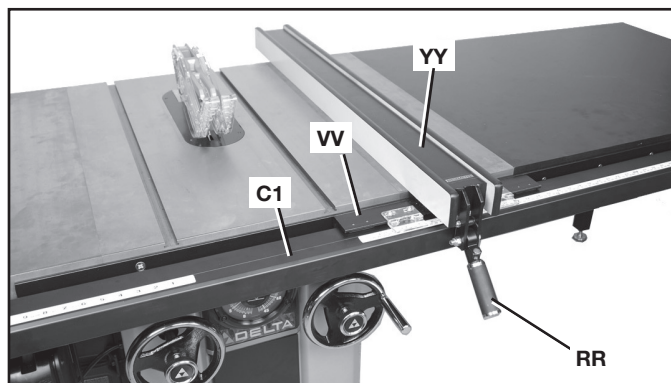
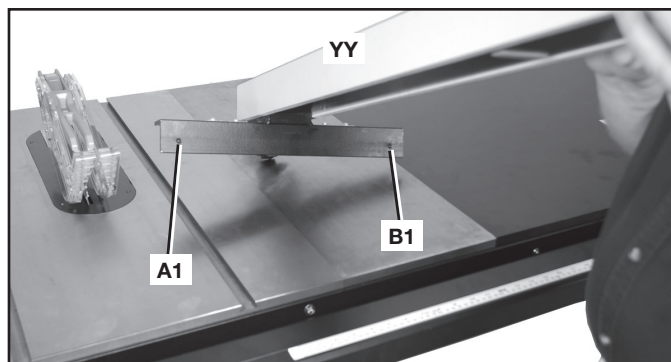

FIG. 24
FIG. 25
Cuando el mango de bloqueo de la guía (RR), Fig. 24, está hacia abajo, el brazo transversal de la guía (VV) debe estar completamente sujeto al tubo de la guía (C1).
Si el brazo transversal de la guía (VV), Fig. 24, no está completamente sujeto al tubo de la guía (C1) cuando el mango está hacia abajo, como se muestra, levante el mango (RR), levante la guía del tubo de la guía y de vuelta la guía, como se muestra en la Fig. 25.
**Si la guía está demasiado floja:** ajuste levemente los dos tornillos de ajuste (A1), Fig. 25, y (B1).
**Si la guía está demasiado ajustada:** afloje los dos tornillos (A1) y (B1), Fig. 25.
Vuelva a colocar la parte trasera de la guía sobre el tubo de la guía (C1), Fig. 24, y vuelva a comprobar si el brazo transversal de la guía está completamente ajustado al tubo de la guía con el mango de sujeción (RR) hacia abajo. De ser necesario, realice más ajustes.
**NOTA:** Vuelva a comprobar y asegúrese de que la guía (YY), Fig. 24, aún esté paralela a la ranura del calibrador de inglete.